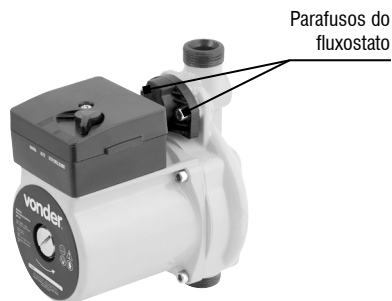

Fig. 10 – Retirando os parafusos do fluxostato
- Retire os parafusos do fluxostato (fig. 10).